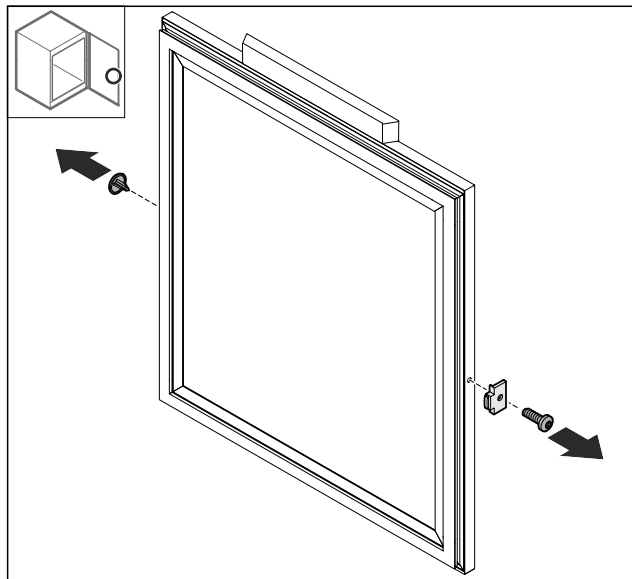

Fig. 47
- Rimuovere la copertura Fig. 47 (1).
- Smontare il fermaporta Fig. 47 (2).